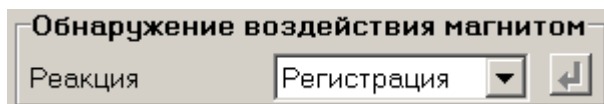

Рис.28. Настройки НС «Воздействие магнитом».
5.4. Установочные параметры для НС **Воздействие магнитом** находятся на вкладке **Настройки** основного окна программы «Монитор» в группе **Обнаружение воздействия магнитом** (рис.28).